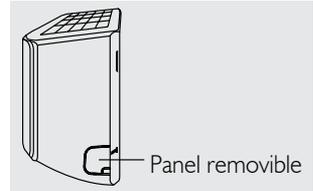

Figura 20
2. Si el orificio de la pared está detrás de la unidad, mantenga el panel removible en su lugar. Si el orificio de la pared está en el lado de la unidad interior, retire el panel de plástico removible de ese lado de la unidad. Ver Figura 20.